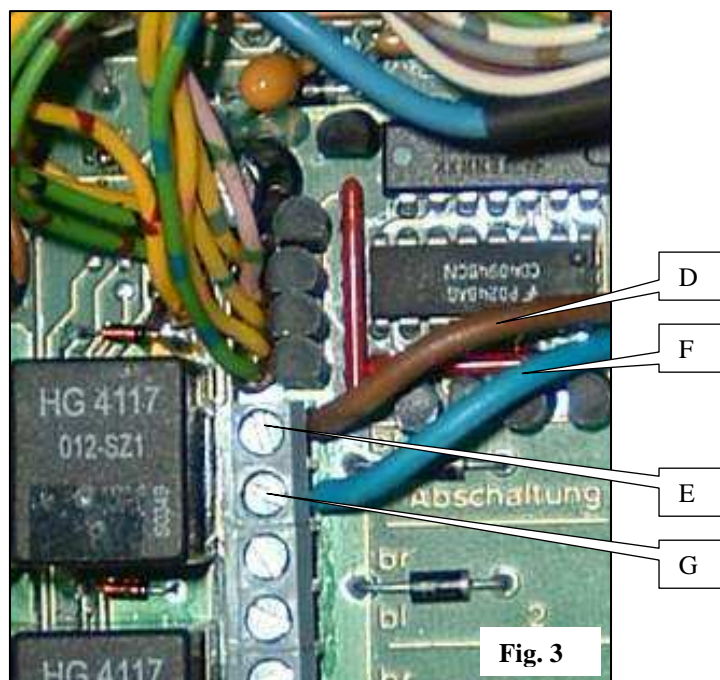

Fig. 3
- Brancher le fil **marron** D sur la borne '**br**' de la coupure n°1 E (fig. 3)
- Brancher le fil **bleu** F sur la borne '**bl**' de la coupure n°1 G (fig. 3)
- Connect **brown** wire D to the '**br**' terminal of cutter n°1 E (fig. 3)
- Connect **blue** wire F to the '**bl**' terminal of cutter n°1 G (fig. 3)
-Verbinden Sie den **braunen** Draht D mit dem **„br“**-Pol der Reihenabschaltung Nr. 1 E (Abb. 3)
-Verbinden Sie den **blauen** Draht F mit dem **„bl“**-Pol der Reihenabschaltung Nr. 1 G (Abb. 3)
- Sluit de **bruine** draad D aan op de eindpool **„br“** van de onderbreker n°1 E (fig. 3)
- Sluit de **blauwe** draad F aan op de eindpool **„bl“** van de onderbreker n°1 G (fig. 3)
- Conectar el hilo **marrón** D con el borne **„br“** del corte n° 1 E (fig. 3).
- Conectar el hilo **azul** F con el borne **„bl“** del corte n° 1 G (fig. 3).
-Attaccare il filo **marrone** D all'estremità **„br“** del taglio n°1 E (fig. 3)
-Attaccare il filo **blu** F all'estremità **„bl“** del taglio n°1 G (fig. 3)